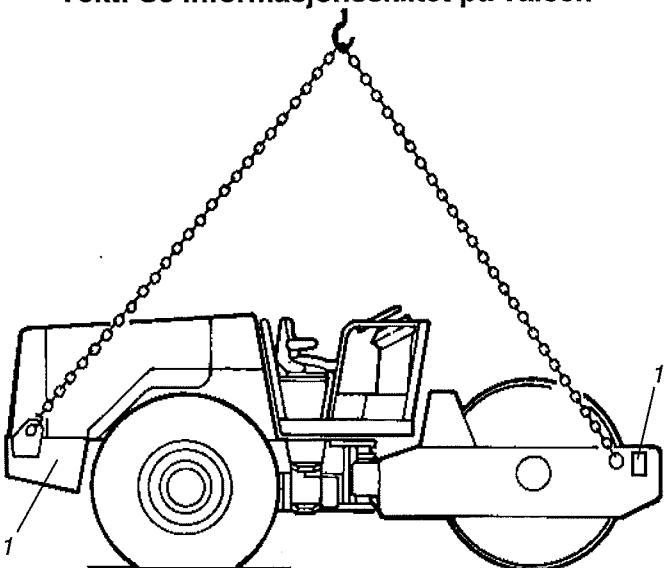

Fig. 23 Lofting av vals
Ikke gå under hengende last. Pass på at krokene til løftedoningen sitter sikkert på plass. Les den innstansede maskinvekten på løfteskillet (1) for å kontrollere maskinenes vekt (fig. 23).